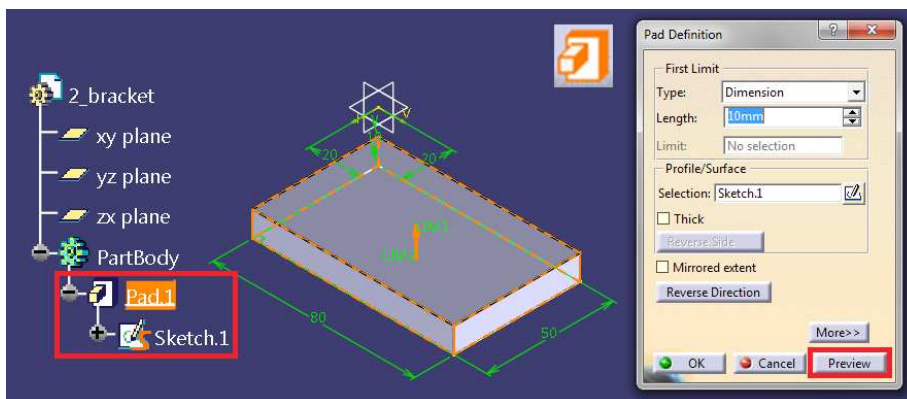

Bild 4.18 Pad mit vorselektierter Sketch
8. Erste 3D-Geometrie (Grundkörper) erzeugen: Wählen Sie mit vorab selektierter Skizze die Funktion *Pad (Block)* aus der Funktionsgruppe *Sketch-Based Features (Auf Skizzen basierende Komponenten)* an. Es öffnet sich ein Dialogfenster, in dem Sie mehrere Parameter definieren können. Geben Sie im Eingabefeld *Length (Länge)* den Wert **10** ein, und bestätigen Sie anschließend mit *OK*. Die Dimension [mm] müssen Sie nicht eingeben. Sie wird automatisch vom Programm ergänzt (Bild 4.18).